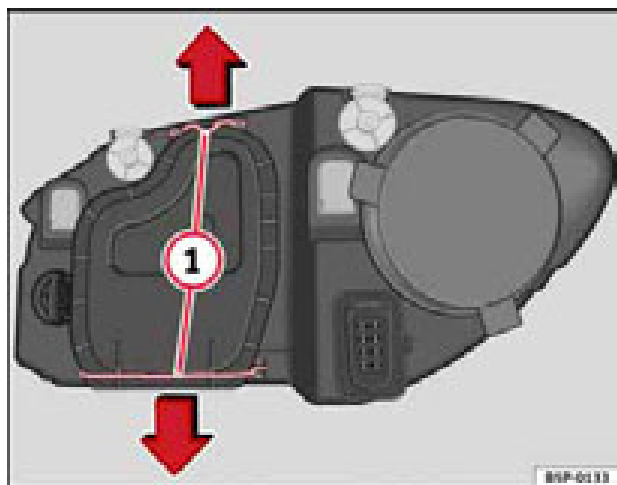

Fig. 157 Luz de cruce
- Desplace los tirantes ⇒ fig. 157 ① en el sentido de la flecha y saque la tapa.